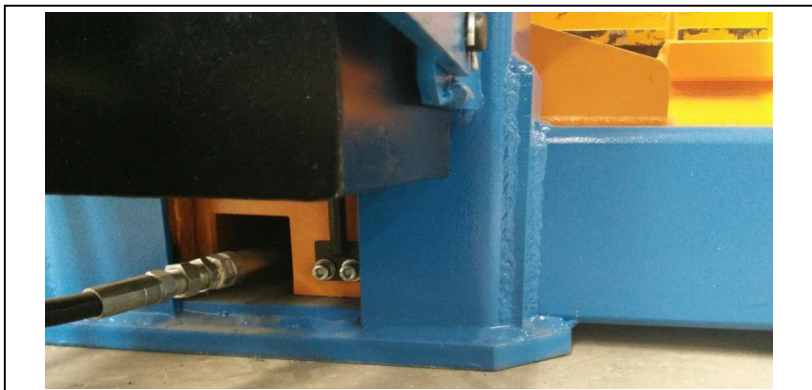

Рис.24
9.3.2.2. Послабте гвинт кріплення кабелю датчика з отвору в задній нижній частині колони (рис. 24), тим часом утримуючи дрід, відпустіть його.